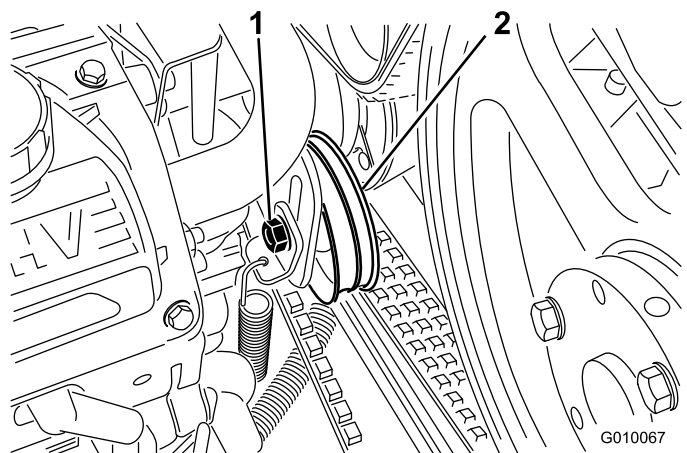

**Figura 58**
4. Desaperte o parafuso intermédio da correia da bomba o suficiente para permitir o movimento na sua ranhura de ajuste (Figura 58).